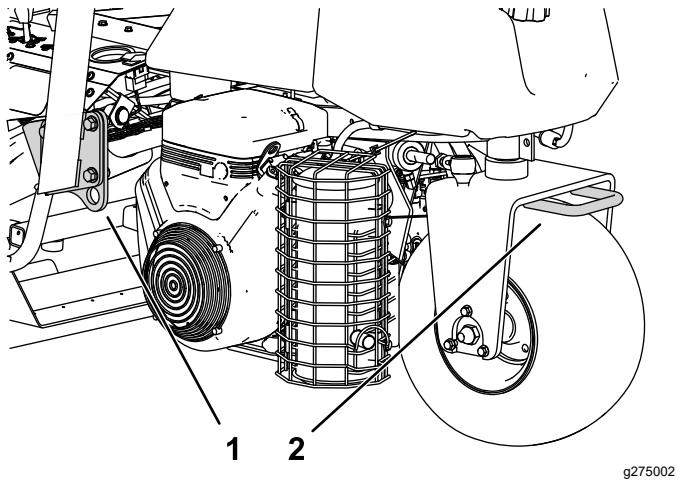

図 26
- ・ 荷台に載せたら、ストラップ、チェーン、ケーブル、ロープなどで機体を確実に固定してください。機体の前後に取り付けた固定ロープは、どちらも、機体を外側に引っ張るように配置してください 図 26。